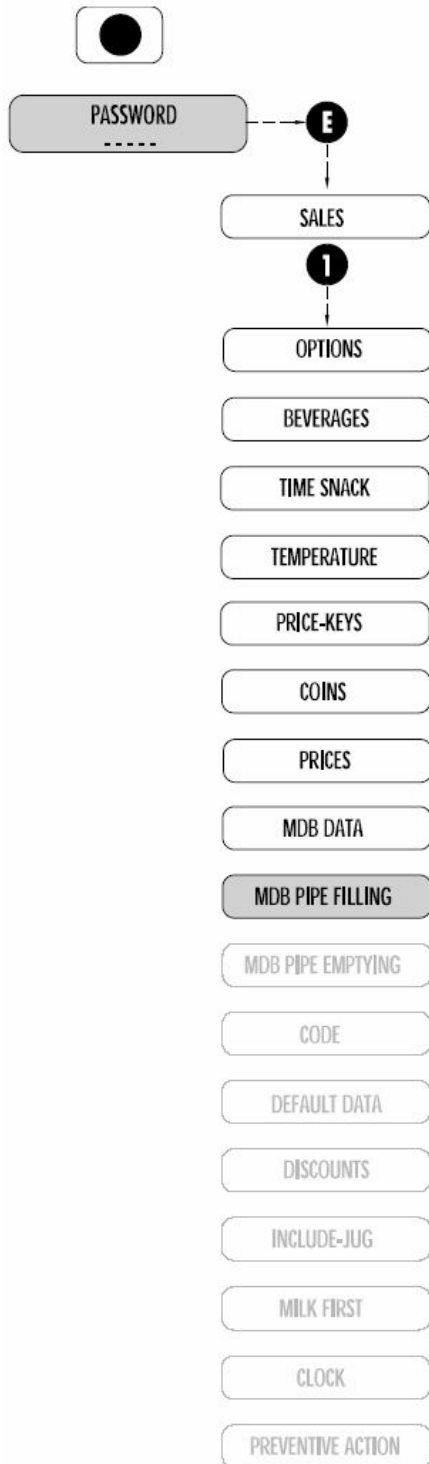

Рис. 7.13
7.2.10 ПОПОЛНЕНИЕ МОНЕТОПРИЕМНИКА (Рис. 7.13)